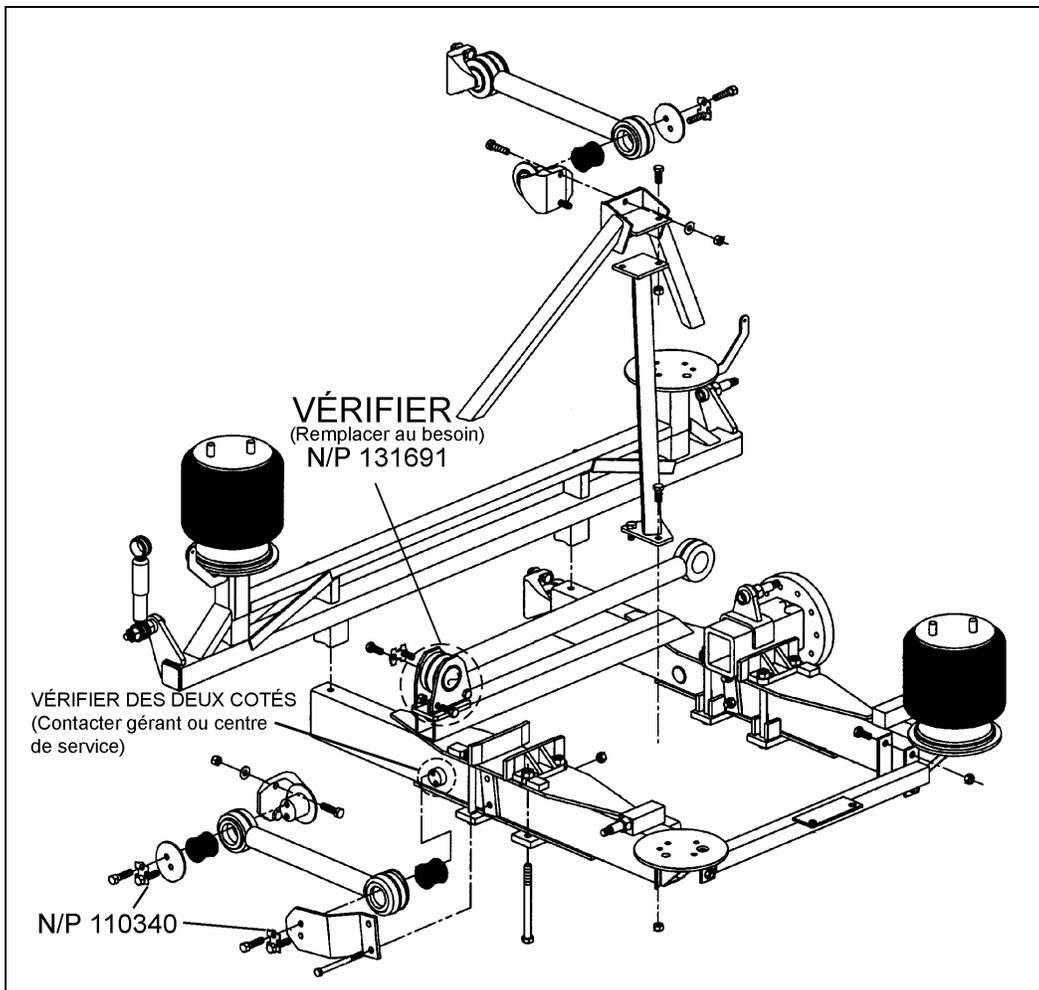

FIGURE 5 : SUSPENSION ARRIÈRE
2. Vérifier la surface de la cheville de support pour détecter des fissures. Si une cheville de support défectueuse est détectée, elle doit être remplacée par une pièce conforme (Voir les figures 5, 6, 7 et 8).